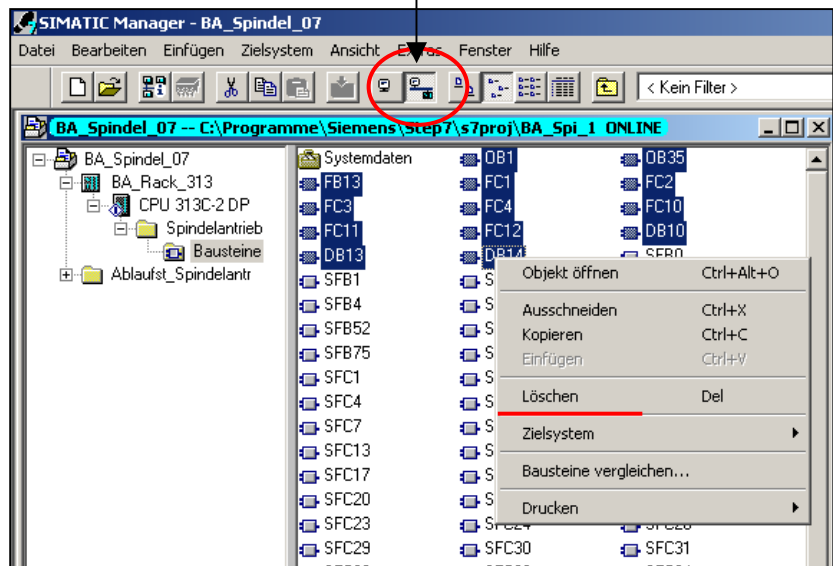

Bild 4-40:
1. Das Löschen aller Programmbausteine (OB, FC, FB und DB) auf der MMC in der Online-Sicht des Simatic-Managers (**Bild 4-40**)